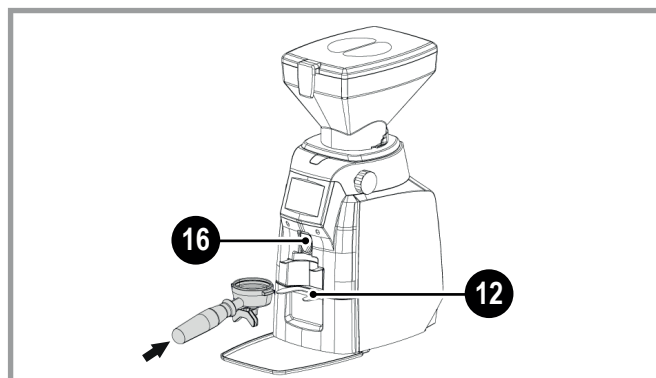

Fig. 6.5 - Extracciones de café molido
Para las extracciones de café molido, consultar la Fig. 6.5.
- Colocar el portafiltros de la cafetera sobre la horquilla de soporte (12 - Fig. 6.5).
- El molinillo-dosificador se enciende durante el tiempo de dosificación ajustado y el café molido desciende por el conducto (16 - Fig. 6.5).